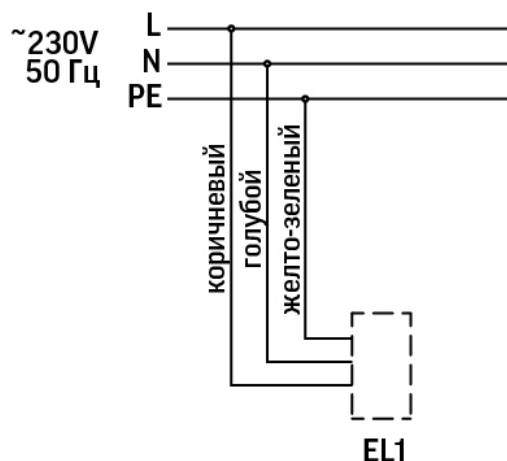

Рис.1
- Для правильного подключения, провода имеют цветовую идентификацию (см. рис. 1).